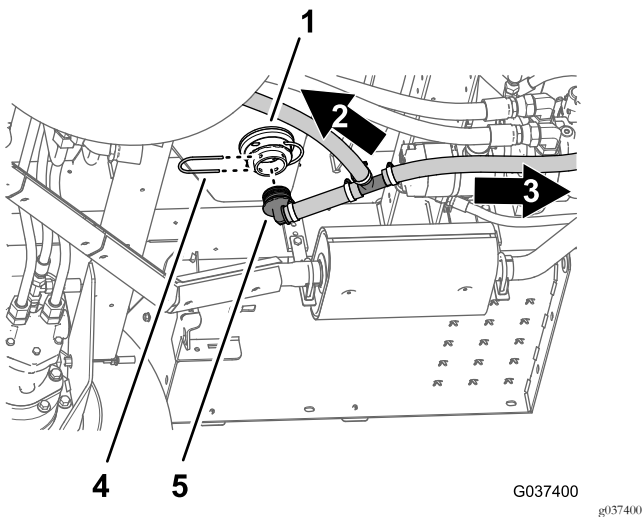

Bild 28
1. Nehmen Sie den Halter ab, mit dem das 90°-Schlauchanschlussstück am Adapteranschlussstück unten am Sprühbehälter befestigt ist (Bild 28).
2. Nehmen Sie das 90°-Schlauchanschlussstück vom Adapteranschlussstück ab (Bild 28).